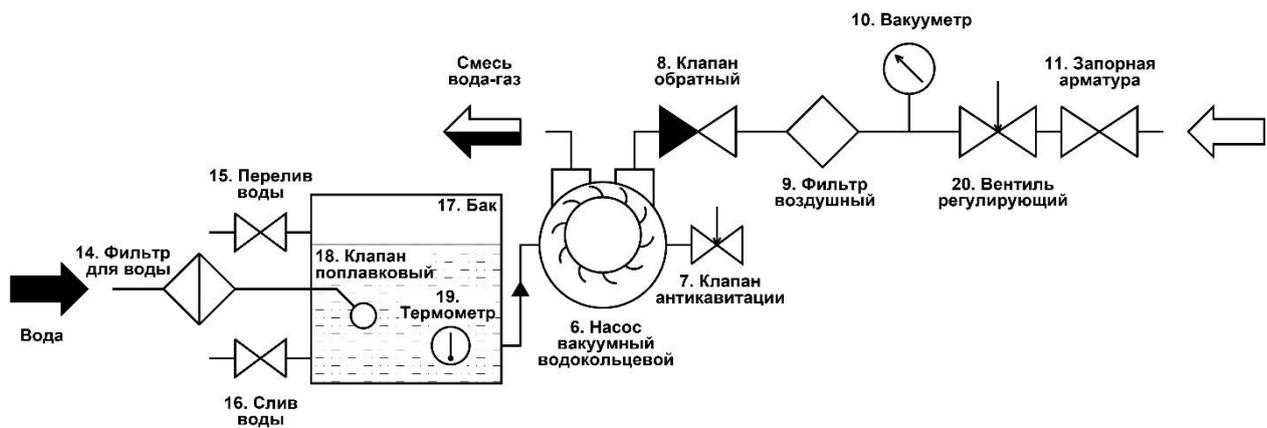

Рисунок 6.
- подключение подачи воды из емкости с выбросом отработанной смеси воды и газов к месту сброса технических отходов (рис.6);